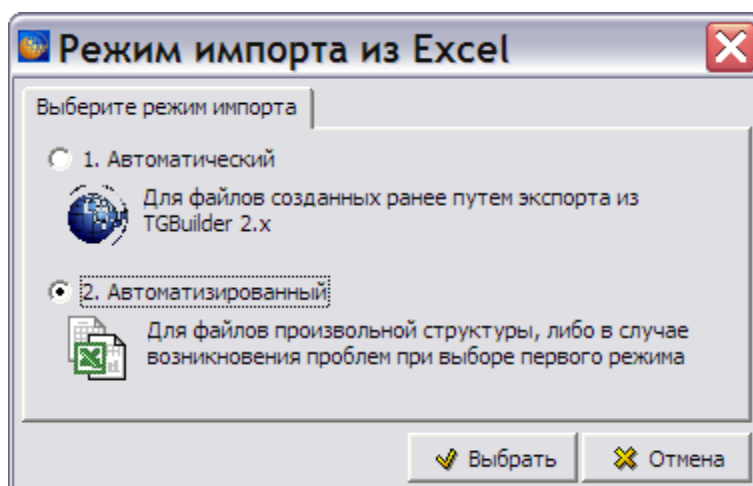

Рис. 6.31
2. В окне **Выберите файл для импорта** укажите файл и откройте его. При этом появится окно **Режим импорта из Excel** (Рис. 6.31).